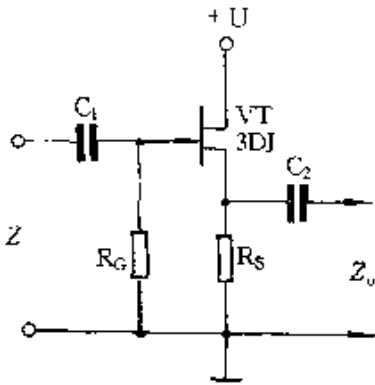

图 2-237
② 场效应管很高的输入阻抗非常适合作阻抗变换。图 2-237 所示为场效应管源极输出器,其特点是输入阻抗 Z_i 很高、输出阻抗 Z_o 较低,常用于多级放大器的输入级作阻抗变换。